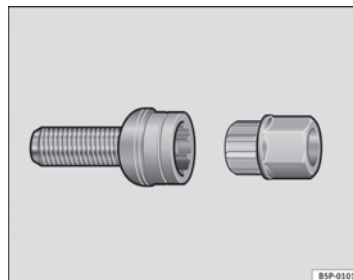

Fig. 148 Viti antifurto
- Innestare l'adattatore nella vite antifurto, spingendolo fino in fondo ⇒ fig. 148.